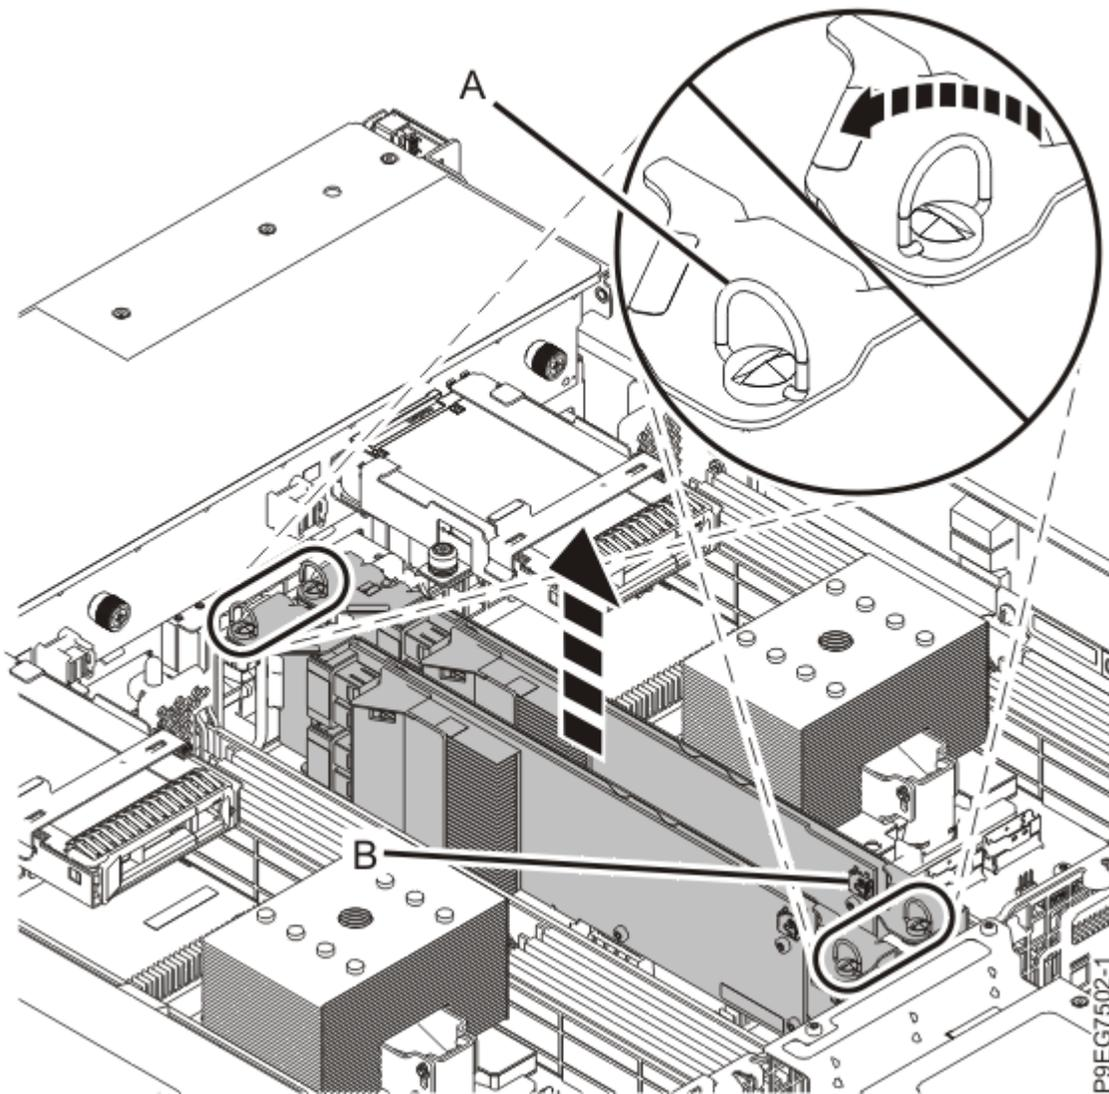

Figura 22. Remover o adaptador SAS RAID
7. Deixe o cabo SAS frontal ligado a este adaptador. Rode os parafusos **(A)** em sentido contrário ao dos ponteiros do relógio para soltar o adaptador SAS RAID. Levante o adaptador SAS RAID e o cabo SAS frontal para fora da ranhura. Certifique-se que o cabo SAS frontal não fica preso em nenhum componente enquanto levanta o adaptador SAS RAID para fora da ranhura. Consulte Figura 22 na página 27.